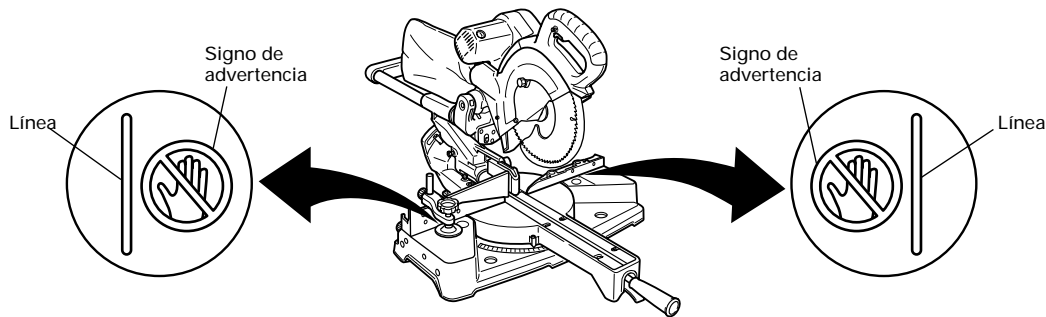

Fig. 22
* No coloque nunca sus miembros dentro de la línea cerca del signo de advertencia mientras esté utilizando la herramienta. Esto podría resultar peligroso (consulte la Fig. 22).